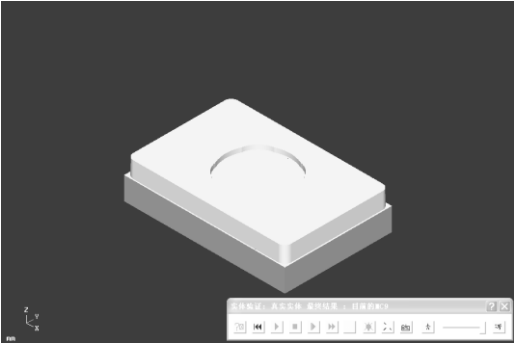

图 5-32 零件 1 反面实体切削验证
6) 选择“外形铣削 (2D)”, 刀具参数、参考高度和进给下刀位置均同步步骤 4); 工件表面: 0.0, 深度: -3.0, 设定 XY 方向预留量: -0.01, 以保证尺寸  $\phi 48^{+0.039}_0$ , Z 方向预留量: -0.009, 补正形式选择“电脑”, 补正方向: 左, 勾选“进/退刀向量”, 在“进/退刀向量”对话框中勾选“封闭轮廓由中点位置执行进退刀”, 进入和离开均点选“垂直”, 长度设定为 0%, 圆弧设定为 50%, 其余默认。实体切削验证如图 5-32 所示。